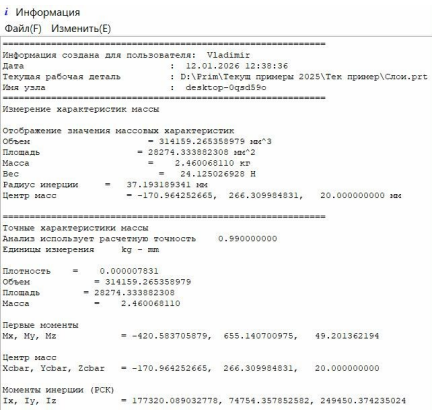

Рис.116
- Содержимое информационного окна представлено на рис.116. Обязательно обратите внимание на разделы:
- Запомните очень важное положение: **все координаты** в таблице рис.116 **задаются в рабочей системе координат!**